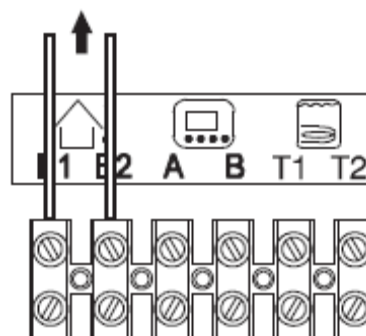

Рис. 5.26
- Подсоедините к разъёмам (E1) и (E2) клеммной панели два провода как показано на рис. 5.26.